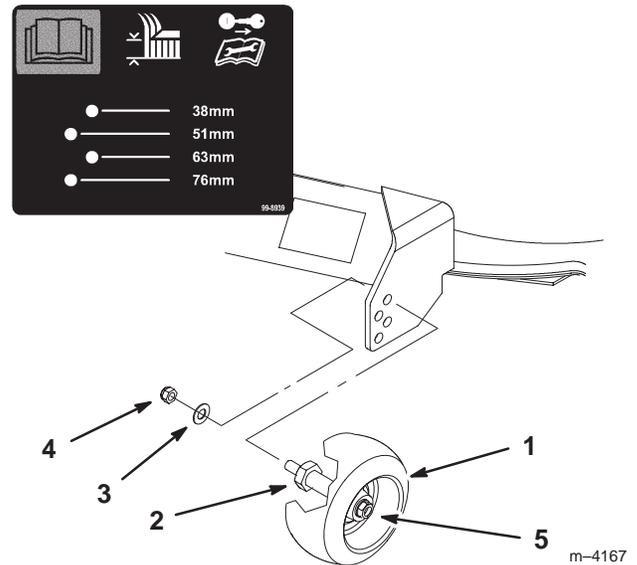

Bild 18
3. Entfernen Sie nach dem Einstellen der Schnitthöhe die Mutter und Scheibe, während Sie den Bolzen mit einem Schraubenschlüssel festhalten (Bild 18).
Hinweis: Entfernen Sie nicht die Radmutter und Scheibe (Bild 18).
4. Wählen Sie ein Loch, bei dem die äußere Rolle der gewünschten Schnitthöhe so nahe wie möglich ist (Bild 18).
5. Setzen Sie die Bolzenmutter und Scheibe ein (Bild 18).